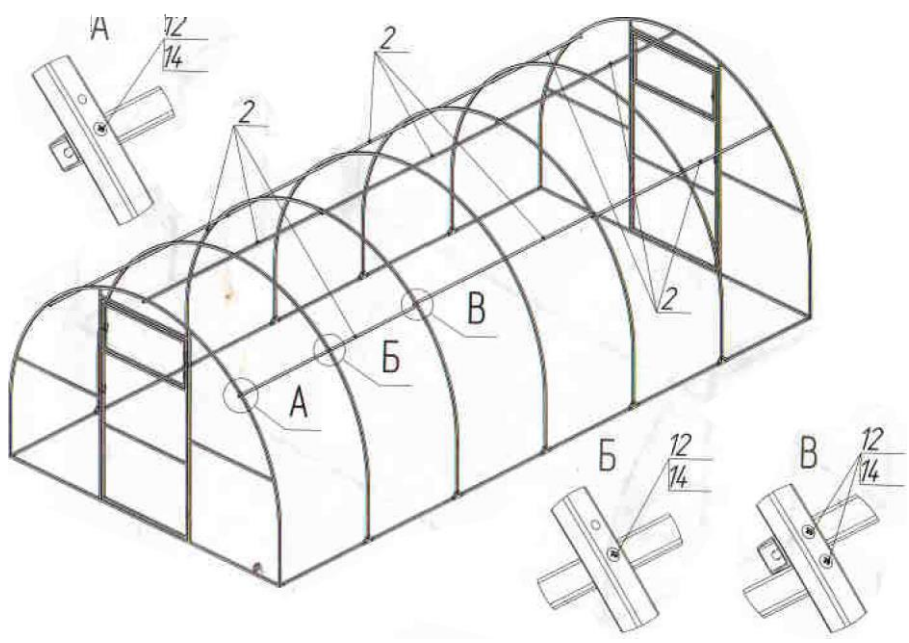

Рис. 6
- 5.6 Установите на каркас верхние стрингера 2 (рис. 6).